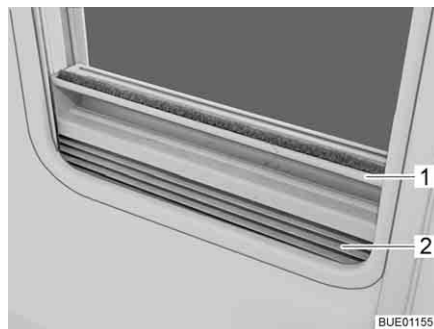

Bild 45 Plisségardin
- Ta tag i mitten på plisségardinens (Bild 45,2) list (Bild 45,1) och drag den nerifån och upp och släpp loss den vid önskad höjd. Plisségardinens stannar på denna höjd.